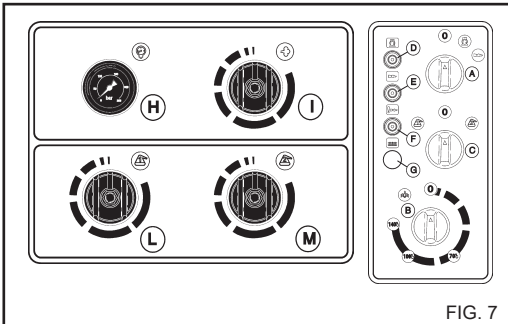

FIG. 7
Leve o manípulo do termóstato "B" (fig. 7) até à posição de vapor (140°C - 284°F) para aumentar a temperatura de saída da água.
Quando acabar de utilizar a "Fase de Vapor", leve o manípulo do termóstato "B" até à posição "0" (fig. 7) e deixe que o aparelho esfrie por cerca de 3 minutos com a pistola aberta.
2) Accione a máquina de jacto de água a alta pressão, seleccionando através do selector C) fig. 7 o tipo de produto a utilizar ("1" ou "2") e abra a respectiva torneira do detergente, ref. L) para o produto n.º "1" ou ref. M) para o produto "2" (fig. 7), rodando o botão no sentido contrário ao dos ponteiros do relógio.
3) Coloque o selector do produto detergente C) fig. 7 na pos. "0". Feche as torneiras de regulação, rodando os botões no sentido dos ponteiros do relógio.